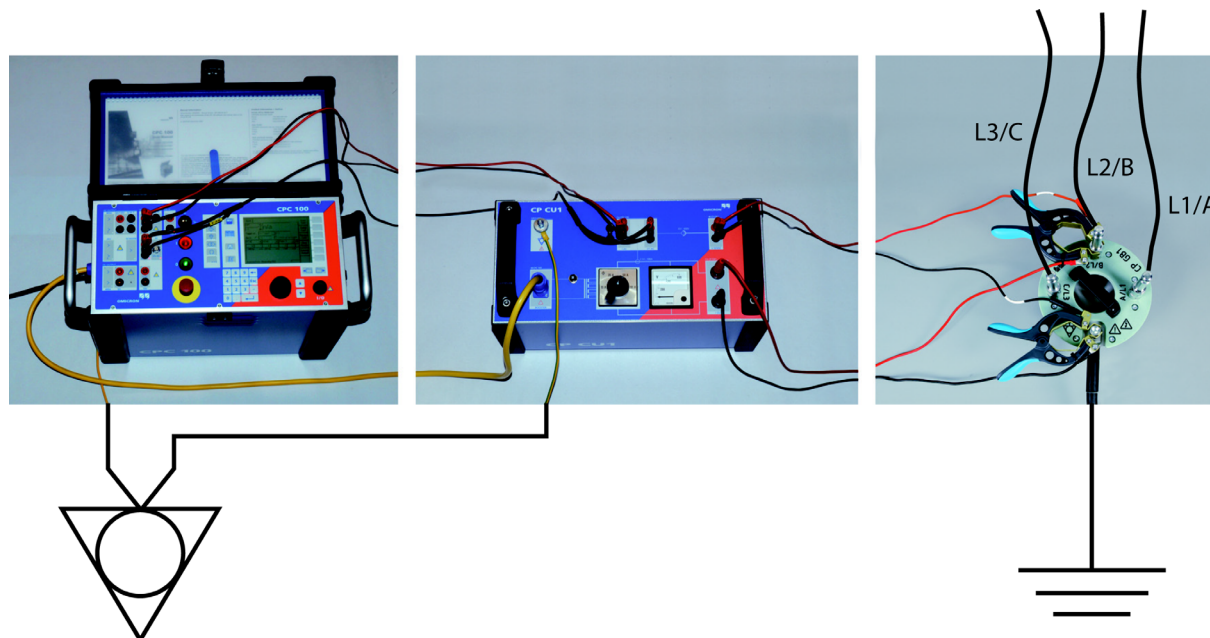
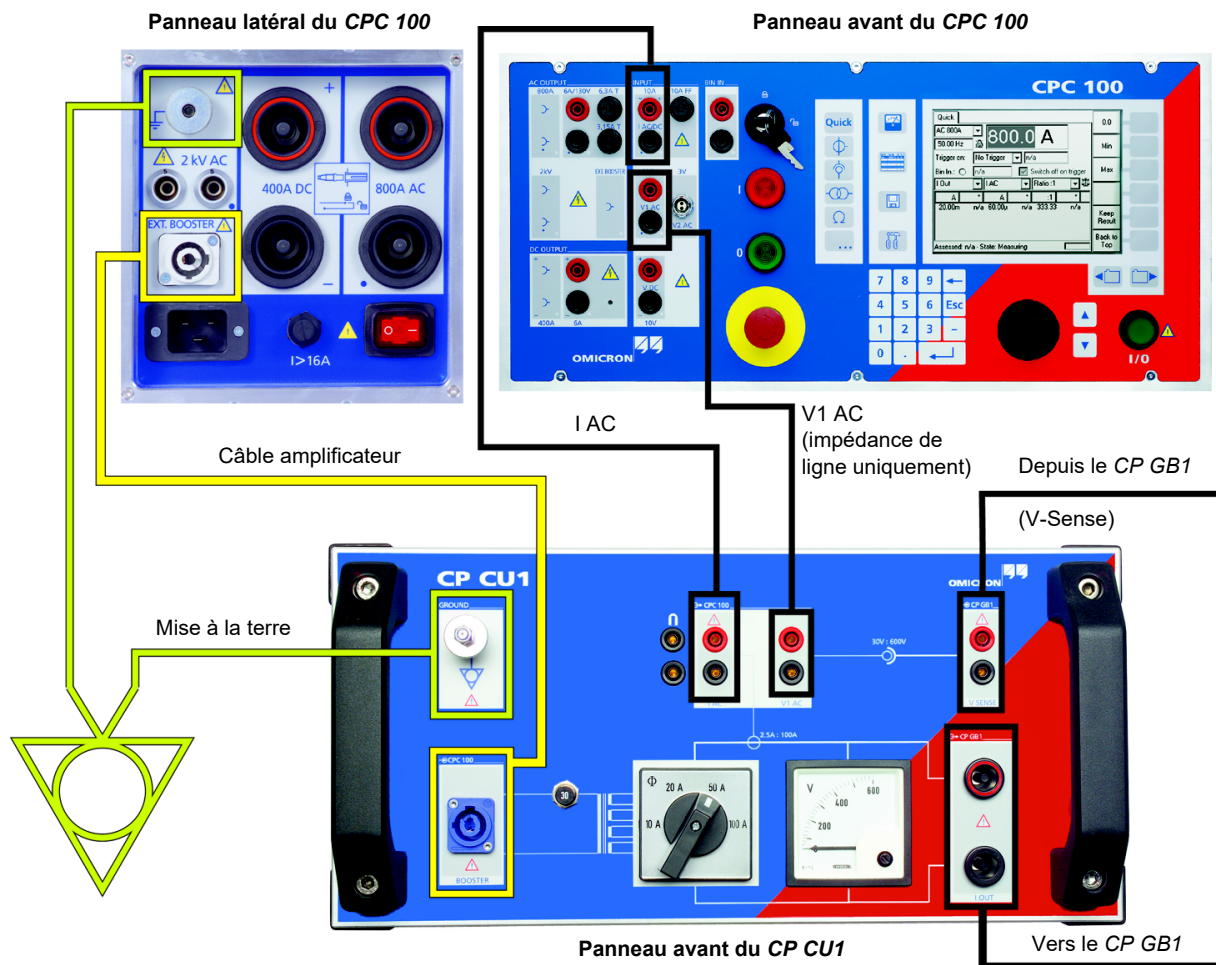

Figure 3-3: Montage de mesure du *CP CU1* avec le *CPC 100* et le *CP GB1*
Figure 3-4: Connexion du *CPC 100* au *CP CU1*
La figure 3-3 ci-dessous présente le montage de mesure du *CP CU1* et du *CPC 100*. Les raccordements requis entre les deux unités sont présentés plus en détail à la Figure 3-4: page 33.
4. Connecter le *CPC 100* au *CP CU1*, comme illustré à la figure 3-4 ci-après.